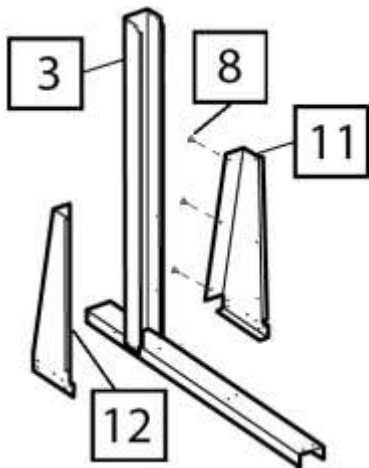

fig. 5
**C)** Coloque las placas refuerzo derecha e izquierda (11) (12) a cada lado de la columna central (3) como se muestra en la fig. 5, céntrelas y coloque los tres tornillos rosca chapa (8), para fijar las placas.